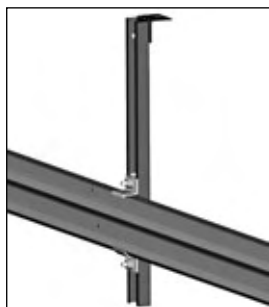

Рис. 19. Общий вид подвеса
Подвешивание горизонтальных направляющих к потолочным конструкциям помещения следует производить на регулируемых подвесах. Конструкция подвеса и способ монтажа представлены на рис. 19, 19а, 19б, 20 и 21.
Рис. 19а
Рис. 19б
- 1)** Закрепить к С-образному кронштейну два монтажных кронштейна при помощи болтов М8х25 с полукруглой головкой и гаек с буртиком (рис. 19а). Гайки наживить.
- 2)** Установить полученную сборку на горизонтальную направляющую в месте расположения подвеса (рис. 19б).